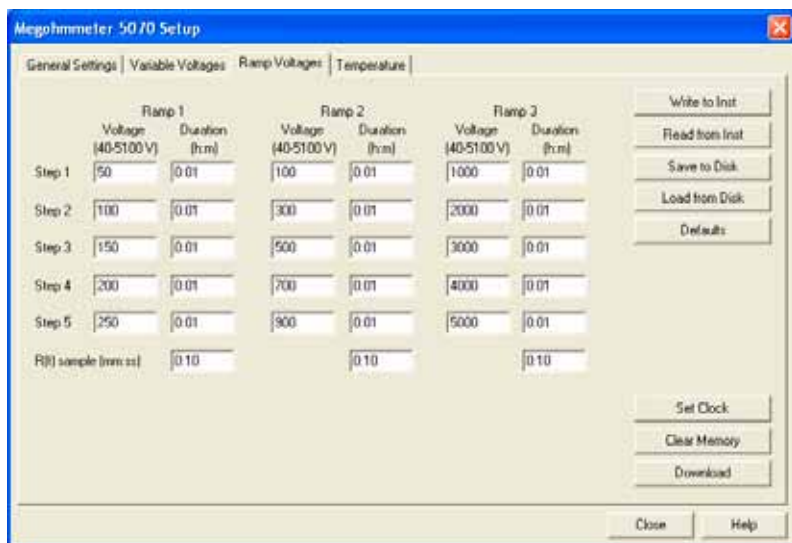

Figura 6
**Voltajes de rampa (Ramp Voltages)** (Figura 6) – para programar las tres formas de rampa.